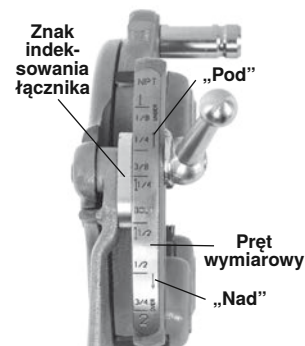

Rysunek 11 – Wkładanie noży
4. Wyciągnąć do góry wypust podkładki ze szczeliny w pręcie wymiarowym. Przesunąć podkładkę do końca szczeliny (Rysunek 11).
6. Włożyć odpowiednie noże w głowicę gwinciarzką, z krawędziami oznaczonymi numerami skierowanymi w górę aż do wyrównania kreski wskaźnikowej z krawędzią głowicy gwinciarzkiej (zob. Rysunek 11). Numery na nożach muszą odpowiadać numerom na gniazdach noży w głowicy. Zawsze wymieniać noże w całych zestawach – nie wolno montować razem noży z różnych zestawów.